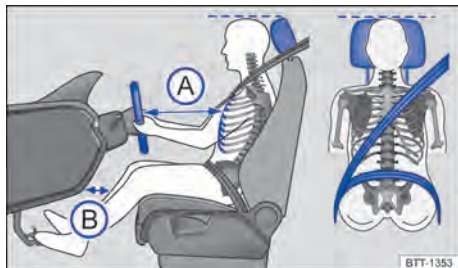

Fig. 25 Distância correta do condutor em relação ao volante, posição correta do cadarço do cinto de segurança e ajuste correto do apoio para cabeça.
- Ajustar o banco de modo que a distância entre o volante e o tórax tenha no mínimo 25 cm → Fig. 25 (A) e que o condutor possa segurar o volante pela borda externa com as duas mãos e os braços ligeiramente flexionados.
- Ajustar o banco do condutor na direção longitudinal de modo que os pedais possam ser acionados com as pernas ligeiramente arqueadas e a distância para o painel de instrumentos na área do joelho seja de, no mínimo, 10 cm → Fig. 25 (B).
- Ajustar o apoio para cabeça de modo que a sua borda superior se encontre preferencialmente na mesma linha da parte superior da cabeça → Fig. 25 – porém não abaixo da altura dos olhos. Posicionar a parte posterior da cabeça o mais perto possível do apoio para cabeça.